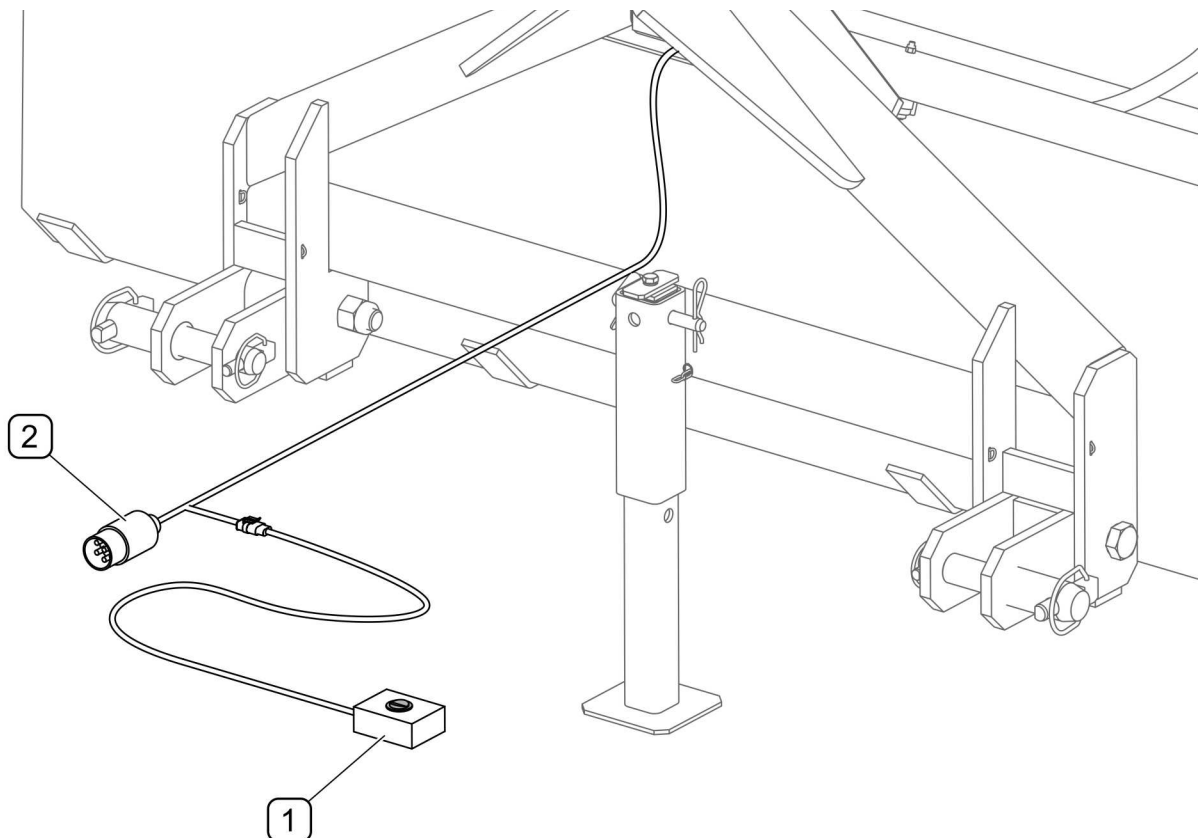

РИСУНОК 4.4 Управління системою поливання
(1) - перемикач системи поливання; (2) - штекер 7-полюсної розетки;
Штекер (2) електричної системи під'єднати до 7-полюсного гнізда 12В на тягачі. Система поливання вмикається і вимикається за допомогою перемикача (1), розташованого на шнурі живлення (РИСУНОК 4.4).